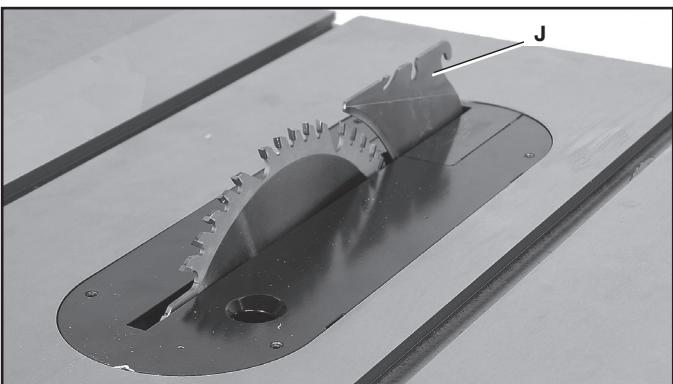
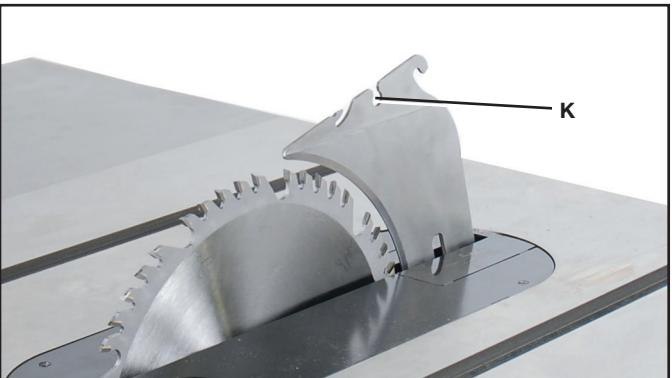

FIG. 9
FIG. 10
Le couteau séparateur (J) est installé en usine en position basse (J) fig. 9 ou en position de coupe non traversante.
Pour assembler le module antirecul et l'ensemble protège-lame, le couteau séparateur doit être en position levée comme l'illustre la fig. 10. (Voir la section **Fonctionnement et Réglage du Couteau Séparateur** pour savoir comment lever et baisser le couteau séparateur.)
1. Trouver le trou de montage du module antirecul (K) fig. 10 dans le haut du couteau séparateur (J) fig. 9.